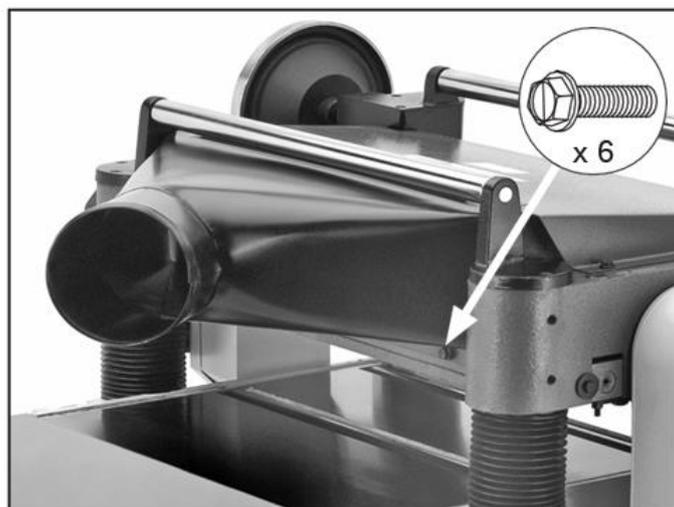

Рисунок 11. Установка кожуха пылеудаления.
7. Прикрепите кожух пылеудаления к станку с помощью фланцевых болтов (см. рисунок 11).